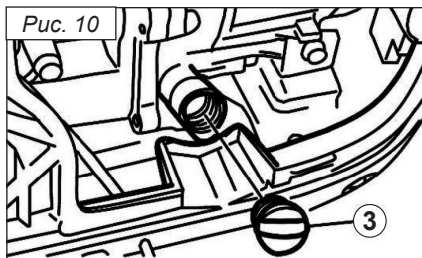

Рис. 10
3. Выкрутите пробку ③ заливной горловины и залейте необходимое количество моторного масла в картер двигателя (рис. 10).